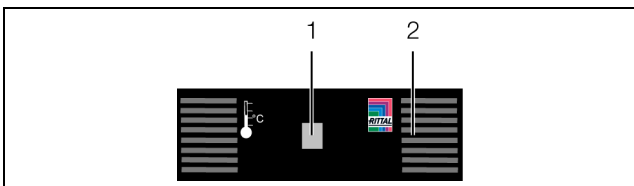

Abb. 10: Frontseite des Temperatursensors
- Stecken Sie ggf. den externen Temperaturfühler vorne am Anschluss des Temperaturfühlers an (Abb. 10, Pos. 1).